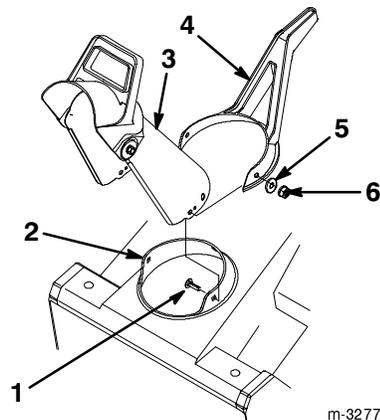

Figure 6
1. Placez la poignée de l'éjecteur sur la couronne de l'éjecteur (Fig. 6).
2. Insérez l'éjecteur entre la couronne et la poignée (Fig. 6).